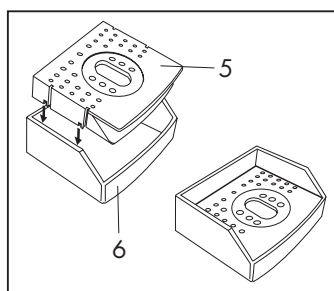

Fig. 6
- Inserendo le guide nella vaschetta (6) come indicato nel disegno (**Fig. 6**) la griglia si posiziona più in basso.